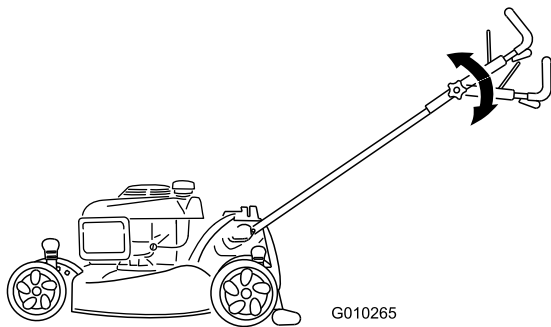

Figura 16
2. Spostate la sezione superiore della stegola nella posizione desiderata (Figura 16).